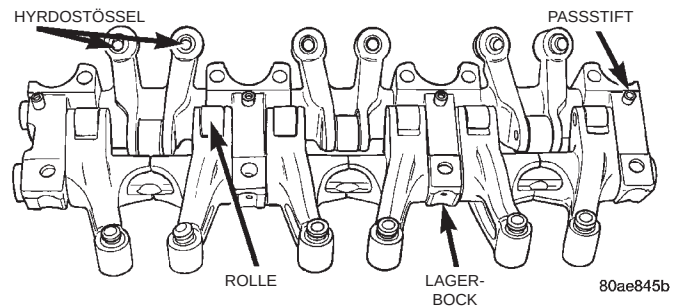

Abb. 57 Kipphebelwellen und Kipphebel einbauen
(2) Paßstifte einsetzen (Abb. 57). Paßstifte durch die Lagerböcke in die Kipphebelwellen der Auslaßseite schieben und eindrücken, bis sie im Lagerbock an der Kipphebelwelle anschlagen.